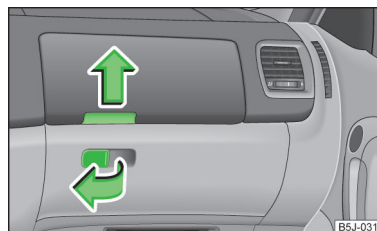

Fig. 66
- Trageți mânerul clapetei în sensul săgeții » fig. 66 și rabatați clapeta înspre în jos.